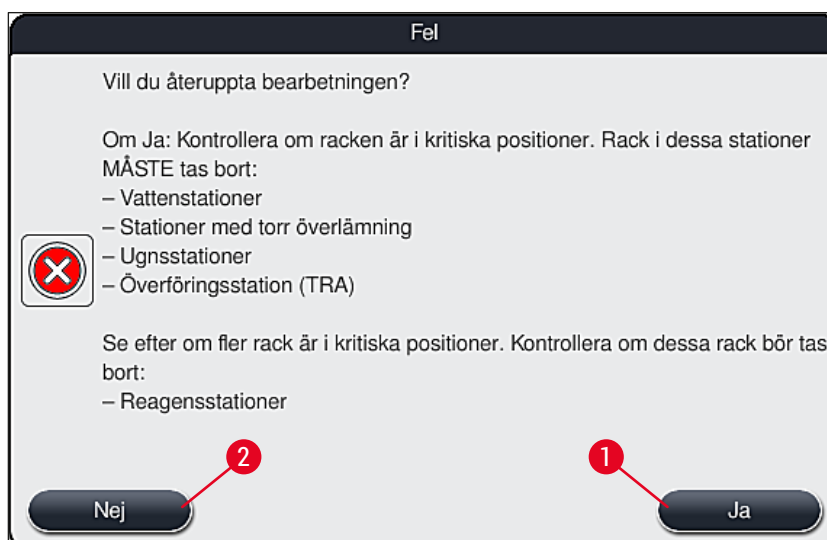

Bild 110
4. Därefter kan användaren välja att återuppta infärgningsprocessen (→ Sida 133 – 8.2.2 Återuppta infärgningsprocessen efter ett strömavbrott) eller avbryta den (→ Sida 134 – 8.2.3 Avbryta alla infärgningsprocesser vid ett strömavbrott) (→ "Bild 110").
2. Avlägsna kritiska rack från instrumentet enligt instruktionerna i det tidigare informationsmeddelandet (→ "Bild 110") och bekräfta borttagningen genom att trycka på motsvarande station (→ "Bild 111-1") på skärmen.
Du kan ångra avbrottet av infärningen och återgå till den tidigare urvalsmenyn (→ "Bild 110") genom att trycka på knappen **Avbryt** (→ "Bild 112-2").